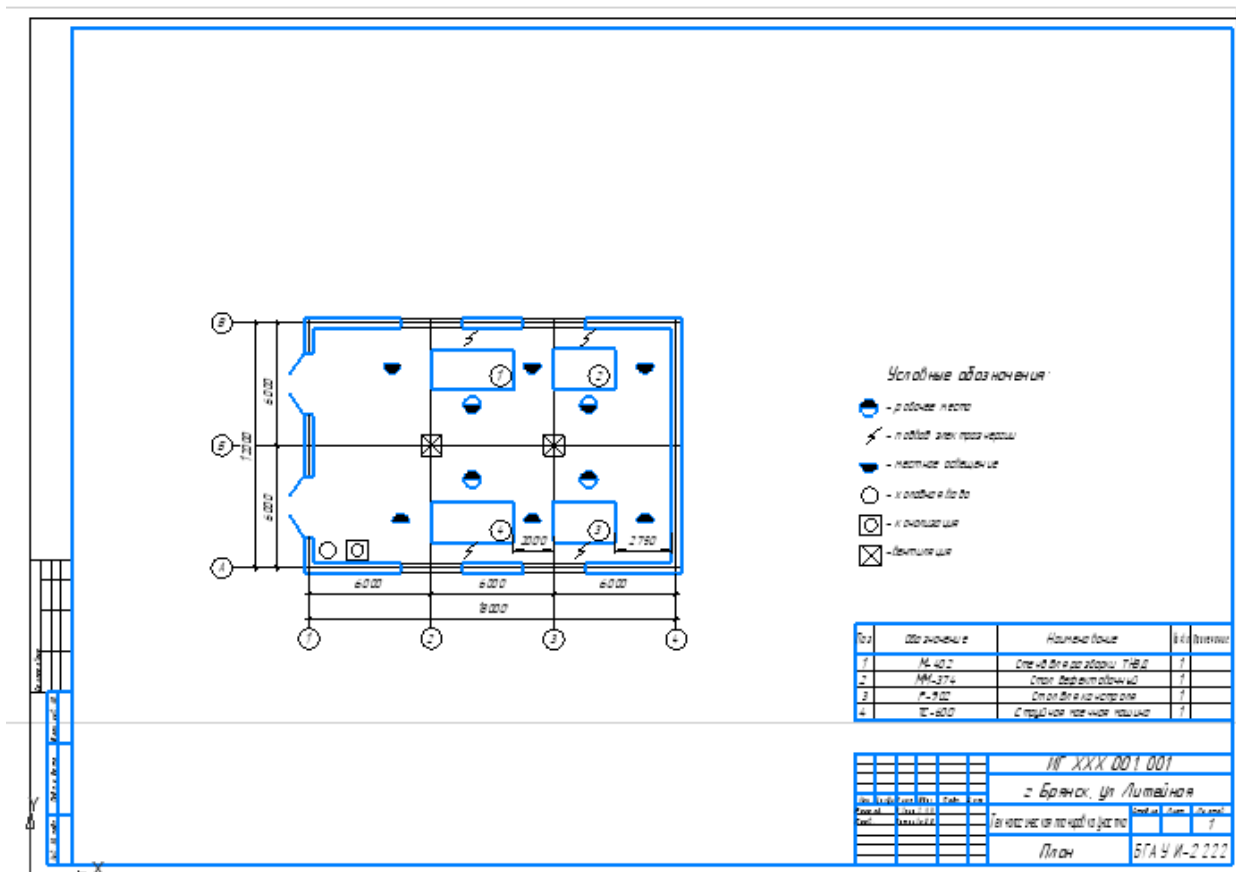

Рисунок 64.
1. Создание плана технологического участка в масштабе М 1:100 (рисунок 64).